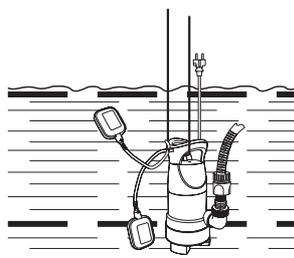

Fig. 4
- > Attachez une corde à la poignée (1) puis faites descendre l'appareil lentement dans le réservoir. Afin que l'interrupteur à flotteur (10) puisse se déplacer librement, les dimensions minimales du réservoir doivent être de 40 x 40 x 50 cm. (Fig. 4).